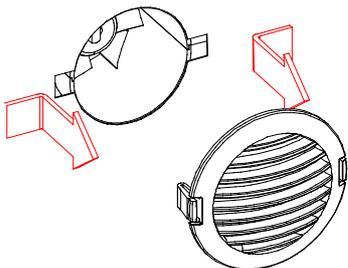

Fig. 15 Desmontaje de la rejilla del ventilador
- Desmonte la rejilla del ventilador (fig.15 ) presionando un labio hacia el otro y tire de la rejilla hacia fuera para extraerla de la máquina.